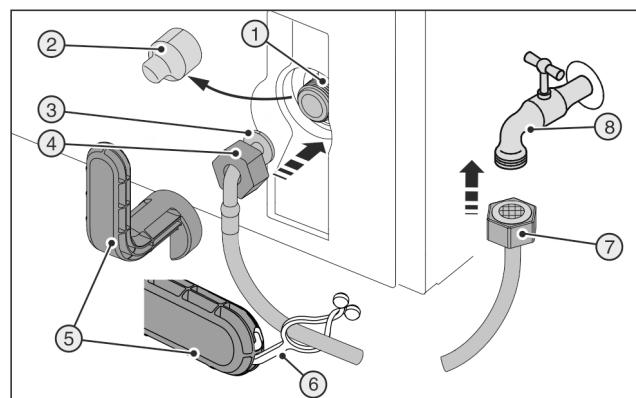
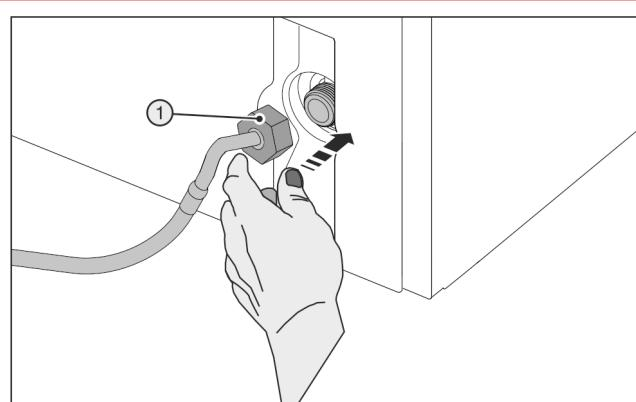

Fig. 51 *
Fig. 52
- Abdeckung Fig. 51 (2) abziehen.
- Erleichterte Montage: Gerades Schlauchende Fig. 51 (7) nach links auf den Boden auslegen.
- Mutter Fig. 51 (4) über abgewinkeltes Schlauchende Fig. 51 (3) bis zum Ende schieben und festhalten.
- Mutter Fig. 52 (1) vorsichtig ansetzen und gerade auf Gewinde schrauben.
- Mutter Fig. 52 (1) vorsichtig ansetzen und mit zwei Fingern gerade auf Gewinde schrauben, bis ein sicherer, fester Sitz erreicht ist.
Zerbrochenes Hilfswerkzeug Fig. 51 (5)!
► Hilfswerkzeug Fig. 51 (5) ausschließlich bei Raumtemperatur verwenden.
► Mutter Fig. 52 (1) mit Hilfswerkzeug Fig. 51 (5) im Uhrzeigersinn festziehen bis maximales Drehmoment erreicht ist und Hilfswerkzeug Fig. 51 (5) überdreht.
► Mutter Fig. 51 (7) auf Absperrhahn Fig. 51 (8) schrauben.
► Mutter Fig. 51 (7) mit Hilfswerkzeug Fig. 51 (5) im Uhrzeigersinn festziehen bis maximales Drehmoment erreicht ist und Hilfswerkzeug Fig. 51 (5) überdreht.
► Lasche Fig. 51 (6) in Hilfswerkzeug Fig. 51 (5) einhaken und zur Aufbewahrung am Edelstahlschlauch befestigen.
► Absperrhahn Fig. 51 (8) der Wasserzuführung langsam öffnen.